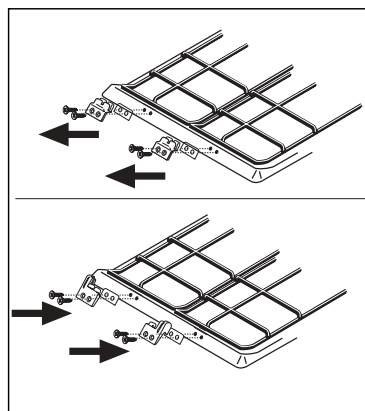

Рис. 15
- 1) Снимите фиксаторы правой и левой решеток, установленные на задней части прибора, для чего отвинтите соответствующие винты (рис. 15).
- 2) Установите держатели крышки, используя те же винты и проложив между держателями и прибором прокладку (рис. 15).